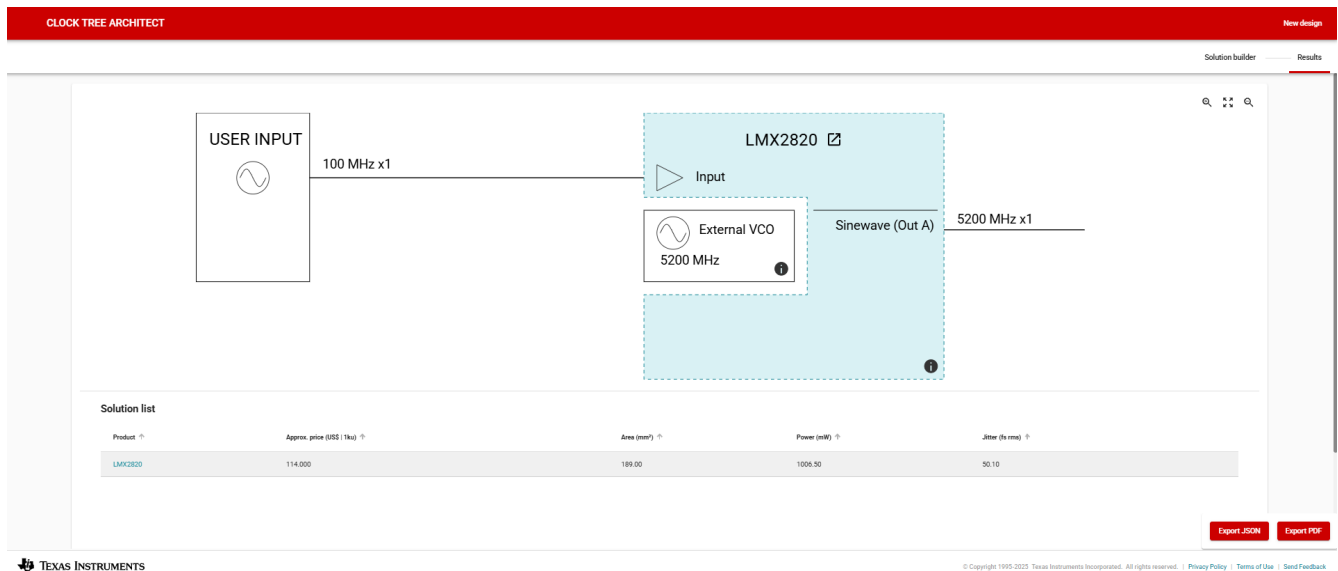

図 9-8. アプリケーションの要件と一致する最もお勧めのクロックを表示する結果ページ
6. 数分後 (場合によっては数分以上) に、CTA はシステム要件を満たすクロック方式のリストを生成します。結果は、TI の推奨度が高い順から低い順に並べられています。図 9-8 は、この例における結果を示しており、LMX2820 を明確に推奨しています。